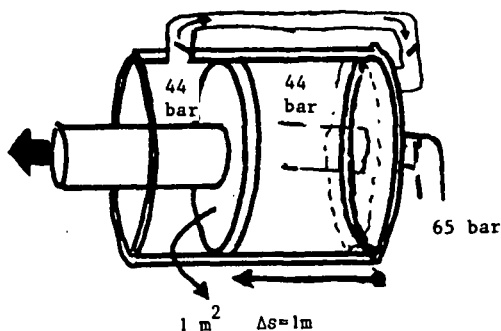

fig. 1a Het inzuigen van het aardgas
- Het gas dat onder een druk van 44 bar in het compressorstation aan komt wordt in de cilinder gezogen: totaal $1,00 \text{ m}^3$ (zie fig. 1a).